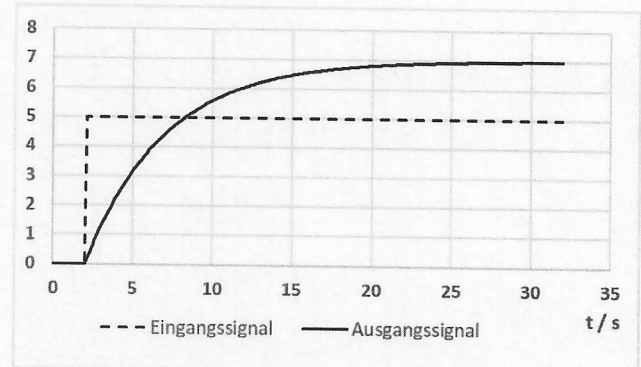

Abbildung 5: Sprungantwort
- a) Bestimmen Sie mithilfe der Sprungantwort in Abbildung 5 (siehe markiertes Blatt) die Kenngrößen dieser Regelstrecke.